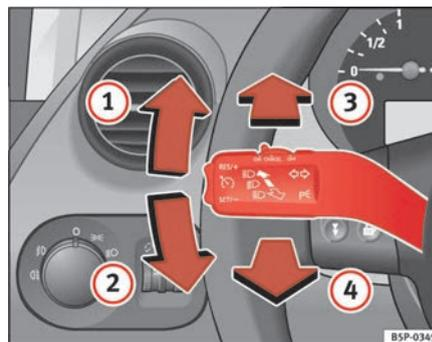

Abb. 78 Blinker und Fernlichthebel
- Drücken Sie den Hebel bis zum Anschlag nach oben ⇒ Seite 118, Abb. 78 ①, um **rechts** zu blinken bzw. nach unten ②, um **links** zu blinken.
- Drücken Sie den Hebel nach vorne ⇒ Seite 118, Abb. 78 ③, um das Fernlicht einzuschalten.